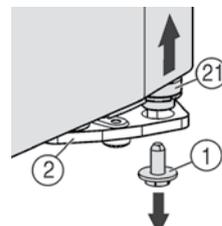
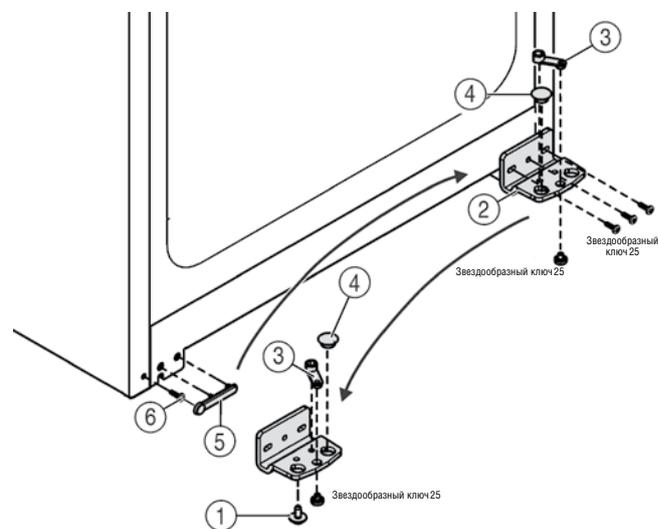

Рис. 5
Рис. 6
- ▷ Несущий штырек 21 (Рис. 5) выйдет из петли 2 (Рис. 6).
- ▶ Если несущий штырек 21 (Рис. 5) не выйдет, нажмите на него снизу.
- ▶ Отвинтите петлю 2 (Рис. 6).
- ▶ Снимите стопор 4 (Рис. 6) с петли и вставьте его на противоположной стороне.
- ▶ Снимите кожух 5 (Рис. 6) со стороны ручки.
- ▶ Отвинтите винт 6 (Рис. 6) и вставьте его на противоположной стороне.
- ▶ Поставьте кожух 6 (Рис. 6) на место.
- ▶ Привинтите петлю 2 (Рис. 6) на другой стороне петли, затянув ее **не слабее 4 Нм**. При необходимости воспользуйтесь аккумуляторной отверткой.
- ▶ Установите стопорный винт 1 (Рис. 5) в нижней части несущего штырька и затяните его с усилием 4 Нм.